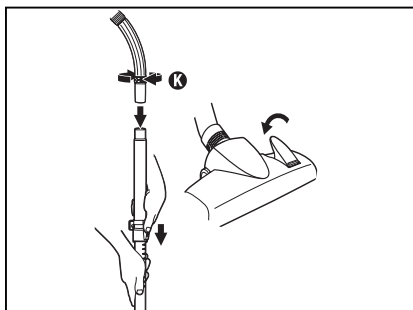

Fig. 6
Étape 3: Pour les modèles à tubes télescopiques, déployez les tubes en appuyant sur le bouton de verrouillage et en tirant sur le tube inférieur jusqu'à ce qu'il atteigne la taille désirée (Fig. 6).
Étape 4: Réglez sur l'aspiration maximale en fermant la bague **K** située sur la poignée de tuyau (Fig. 6).
Étape 2: Réglez sur l'aspiration minimale en ouvrant la bague **K** située sur la poignée de tuyau (Fig. 6).